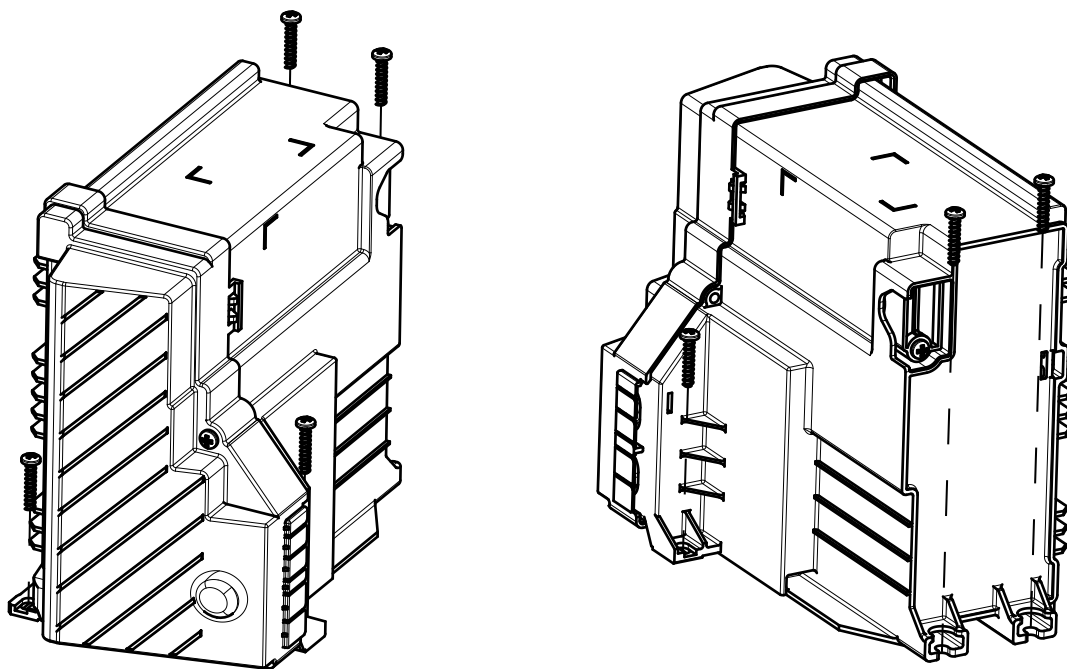

Figura 3.3: Fijación del inversor
- Los tornillos presentados en la Figura 3.3 son solo para referencia de posiciones de tornillo. Para fijar el inversor en el sistema, el cliente debe usar un tornillo o arandela con las siguientes especificaciones: cabeza del tornillo o arandela con un diámetro mínimo de 10 mm; rango de torque de 1.5 a 2.0 Nm.